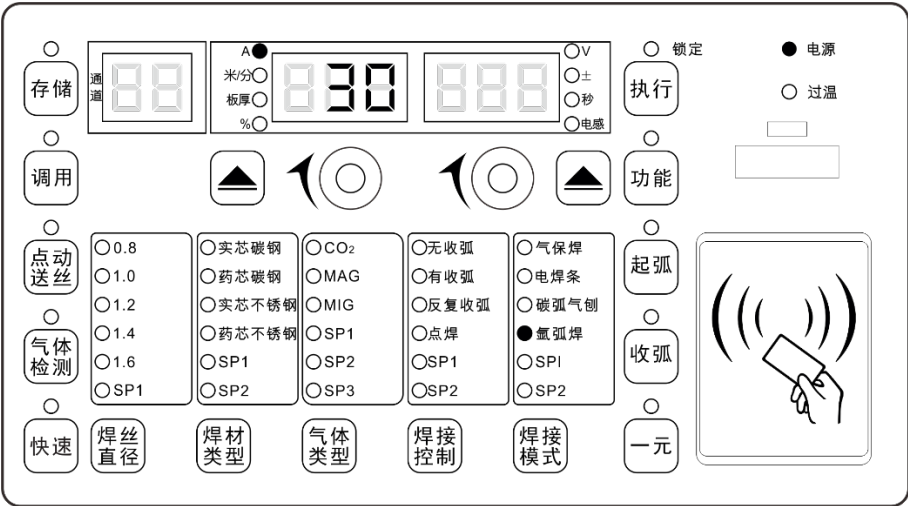

图3-39 氩弧焊设置界面
3. 参数设置完成后可进行氩弧焊接。面板显示如图 3-39 所示。